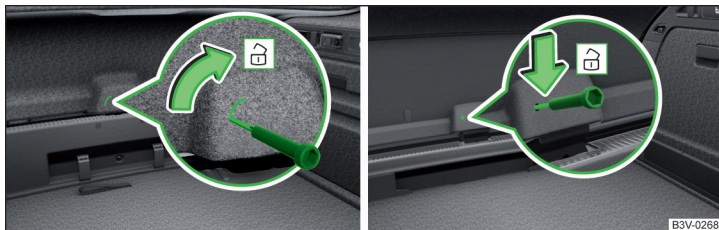

Fig. 249 Descuierea capotei: Varianta 1/varianta 2
- > Introduceți în degajarea, respectiv în decupajul din capitonaj capotei » fig. 249 o șurubelniță sau o altă unealtă asemănătoare, până la capăt.